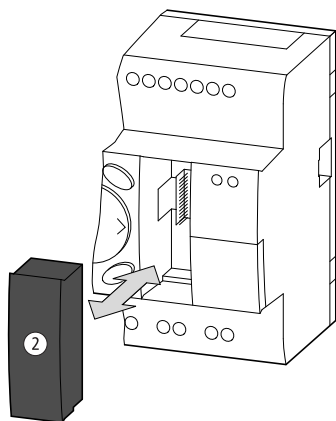

Abbildung 64: Stecken und Entfernen einer Speicherkarte ②
- Entfernen Sie die Abdeckung von der Schnittstelle und stecken Sie die Speicherkarte, → Abbildung 64, Seite 66.